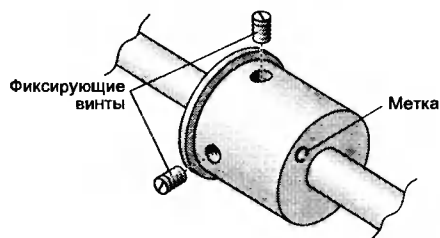

Рис. 1. Регулировка положения приводного шкива
1. Убедитесь, что метка на приводном шкиве находится в верхнем положении, если нет, ослабьте фиксирующие винты шкива и отрегулируйте положение метки (рис. 1).